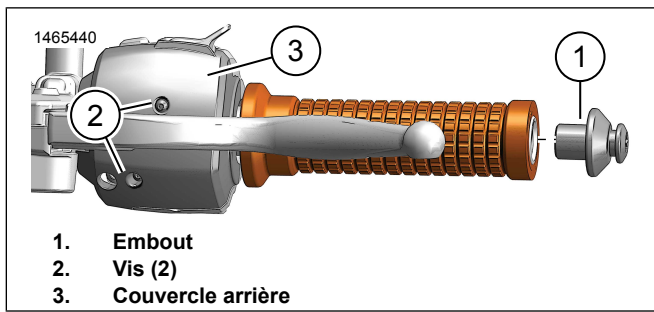

Figure 3. Couvercle avant (côté gauche représenté)
1. Déposer l'embout (1).
2. Voir la figure 3. Déposer le couvercle arrière (3).
2. Voir la figure 3. Placer le capot arrière (3) en position.
3. Serrer les vis (2).
4. Voir la figure 3. Installer l'embout de poignée (1). Serrer.